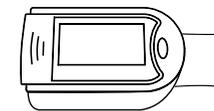

Рис. 5. Размещение пальца при измерении
- Палец должен быть размещен правильно (см. Рис. 5 данного руководства), так как в противном случае возможно получение неточных результатов измерений.